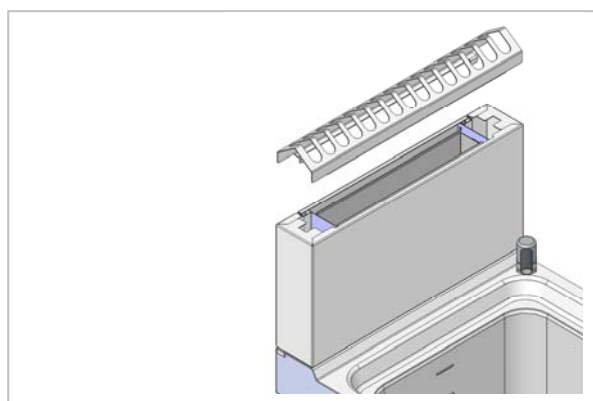

Figure 1– Grille de combustion en haut amovible
5. Brancher le tuyau de sortie de la machine (fig. 1) à un collecteur adapté qui supporte les hautes températures.